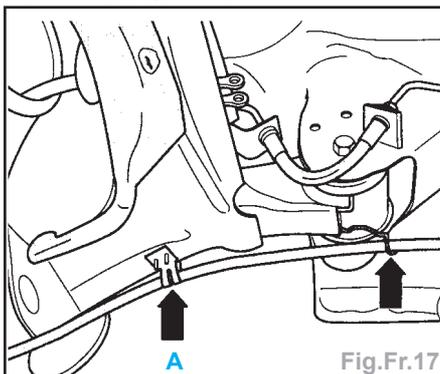

Fig.Fr.17
- Déclipser le câble de frein à main du support sur le corps d'essieu arrière (flèche A) et le décrocher des supports (flèches) (Fig.Fr.17).
- Clipser le câble de frein à main dans le support sur le corps d'essieu arrière (flèche A) (Fig.Fr.17).